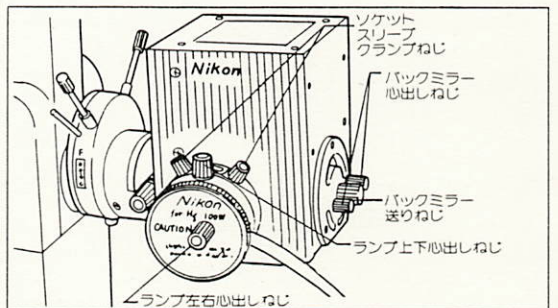
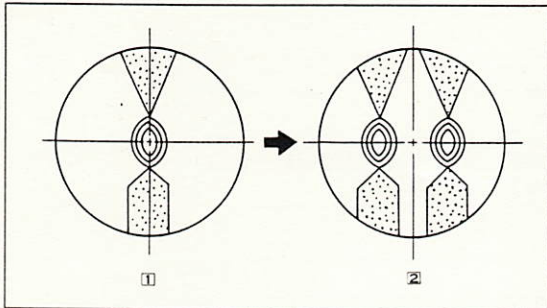

図18
図19
- 4) ソケットスリーブクランプねじを緩め、ランプ左右心出しねじと、上下心出しねじを回して(図18)、アーク像を心出し工具の十字線の中央部に持ってきます。(図19-①)